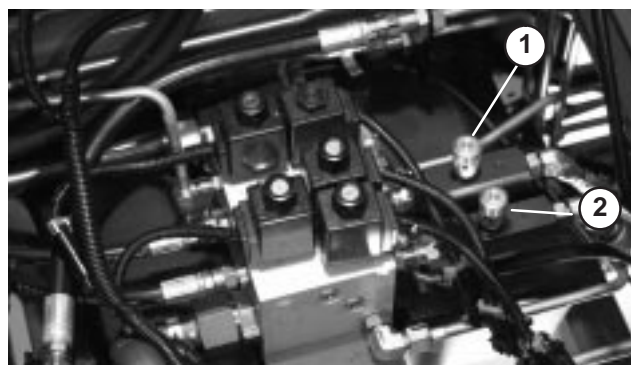

Figure 8
2. Sous le siège, localisez les valves de réglage des plateaux de coupe avant (Fig. 8).